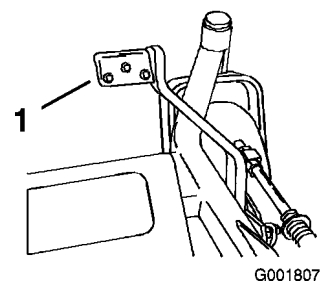

Figure 25
2. Appuyez sur ce levier tout en tirant sur le levier de sélection de hauteur de coupe (Figure 25).